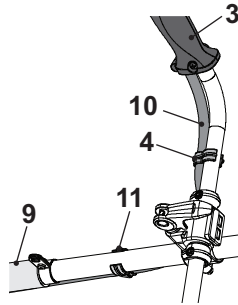

Fig. 7
5. Fixez le cordon électrique (10) à l'aide de l'attache de câble (la plus petite) (4) sur la barre de droite (3), et de l'attache de câble (la plus grande) (11) sur la barre supérieure (9) (Fig. 7).